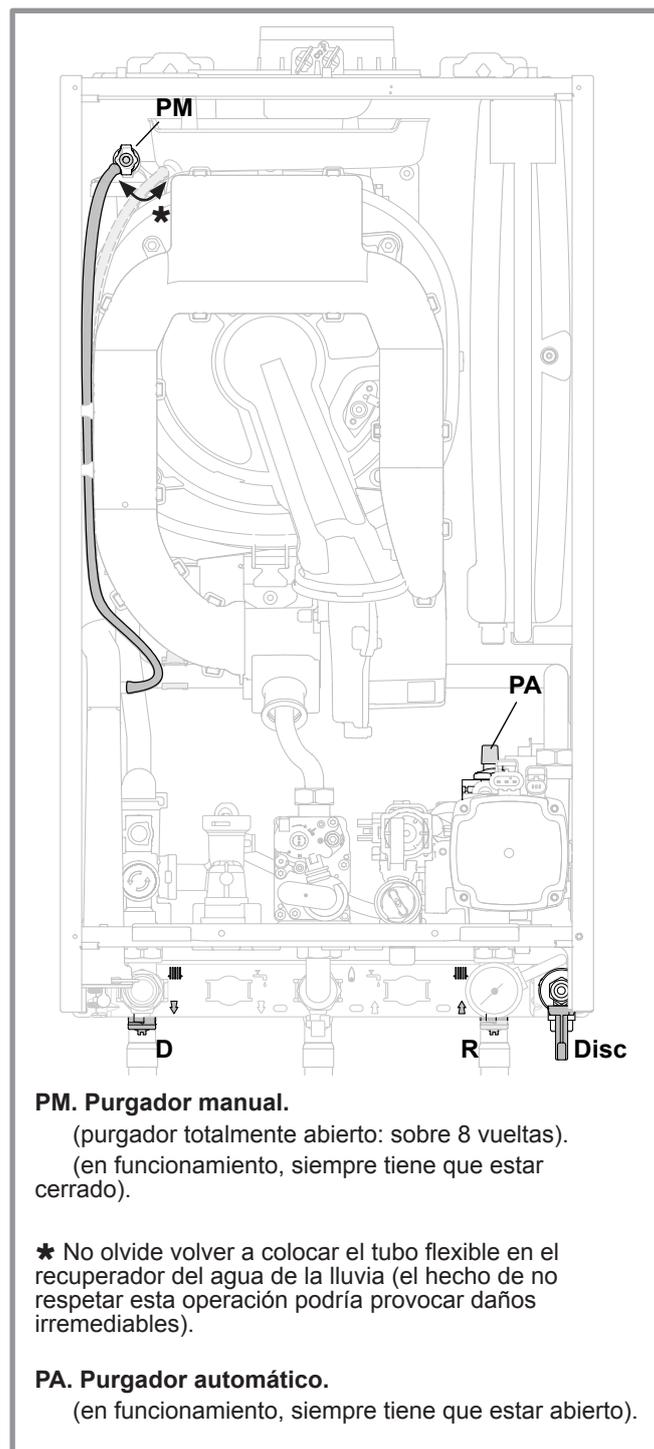

figura 22 - Purgadores de la caldera
- Compruebe que el purgador automático (PA, figura 22) está totalmente abierto.